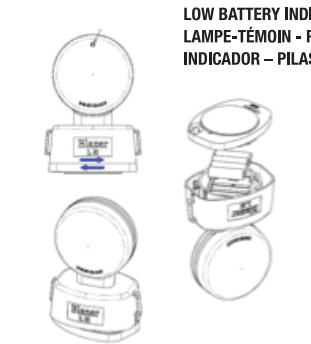

FIG. 1
1. Install fresh AA lithium batteries into each light base per indicated polarity. The battery tray may be accessed by twisting the entire base counter-clockwise while holding the light's housing. (See illustration). Make sure to replace the batteries in BOTH "RH" and "LH" units! (FIG. 1)
- Installez des piles neuves "AA" lithium dans chaque base de lumière, selon la polarité indiquée. Il est possible d'accéder au compartiment pour piles, en tournant la base entière dans le sens contraire des aiguilles d'une montre, tout en maintenant le boîtier de la lumière. (Voir l'illustration). Assurez-vous de remplacer les piles dans les DEUX unités "RH" (droite) et "LH" (gauche)! (FIG. 1)
- Instale las pilas nuevas "AA" litio dentro de cada una de las bases de luces, según la polaridad indicada. Puede acceder al compartimento para las pilas, girando la base entera en el sentido del reloj, manteniendo a la vez la caja de la luz. (Vea la ilustración). ¡Asegúrese de reemplazar las pilas en las DOS unidades "RH" (derecha) y "LH" (izquierda)! (FIG. 1)